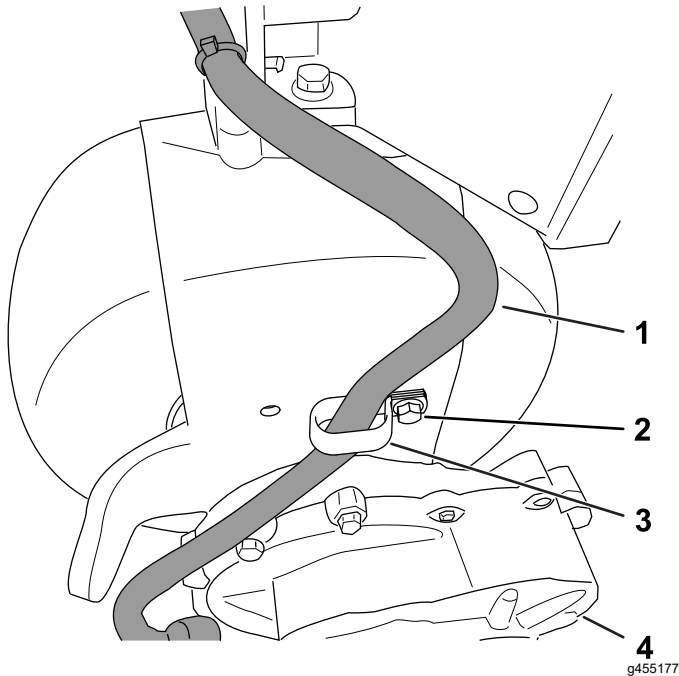

Figure 5
2. Acheminez le faisceau du boîtier d'engrenages vers le capot et fixez-le en place avec les colliers en R, comme montré à la Figure 5.